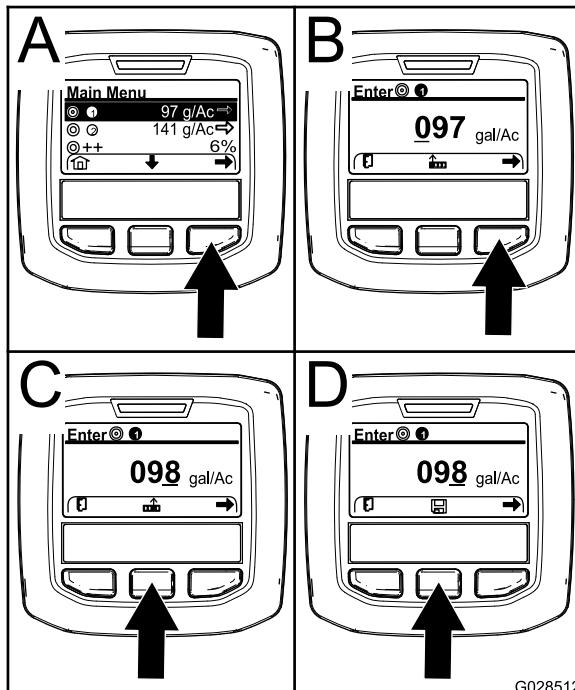

Figura 67
2. Se necessário, carregue no botão de seleção central para realçar a taxa de aplicação do programa 1 do pulverizador (Figura 67).
3. Carregue no botão de seleção direito para selecionar o programa 1 do pulverizador (A de Figura 67).
- Carregue no botão de seleção direito (B de Figura 67) para mover o cursor para a posição numérica seguinte à direita.
- Carregue no botão de seleção central (C de Figura 67) para aumentar o valor numérico (0 a 9).
**Nota:** Surge o ícone para guardar acima do botão de seleção central (D de Figura 67).
6. Carregue no botão de seleção central (D de Figura 67) para guardar a programação da taxa de aplicação.